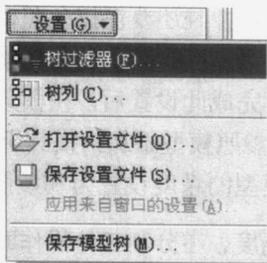
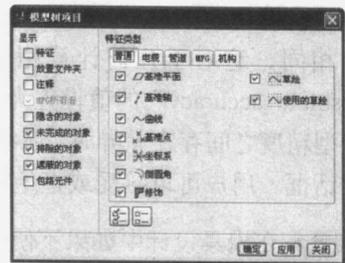

图 1-14 “设置”菜单
图 1-15 “模型树项目”对话框
① 单击模型树中的 **设置(G)** 按钮，并在弹出的图 1-14 所示的“设置”菜单中单击“树过滤器”命令，打开“模型树项目”对话框，如图 1-15 所示。